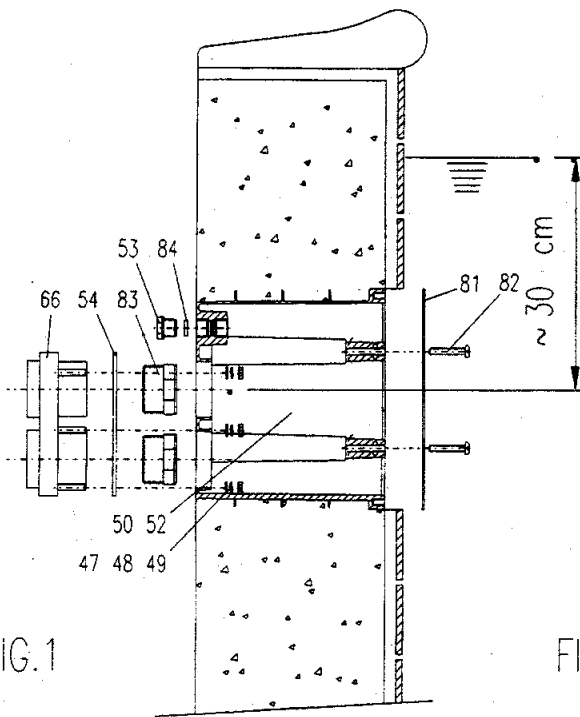
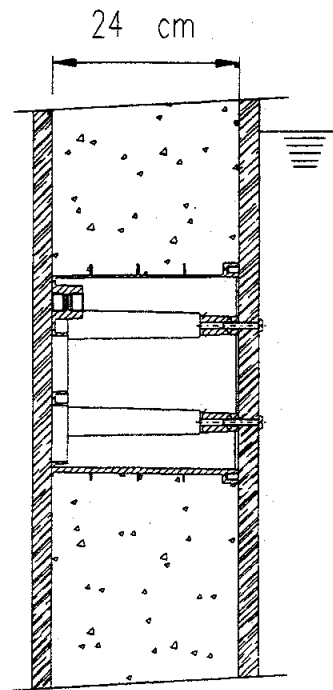

FIG. 1
FIG. 2
2a. INSTALLATION DES EINBAUSTAZES (Fig. 1-Fig. 2)
Der Einbausatz wird so eingebaut, dass sich die zwei Löcher für die Quetschdichtungen PG16 (53) im oberen Teil befinden und sich das Zentrum der Düse ca. 30 cm. unterhalb des Wasserspiegels befindet (Fig. 1).
Wenn die Anlage nicht sofort installiert wird, kann die Dichtheit des Einbausatzes durch folgende Elemente (Fig. 1) erreicht werden: Die Dichtung (54) in den Anschlussflansch (66) einlegen und beide Teile mit Hilfe der 6 Muttern M8 (47) und den dazugehörigen Unterlegscheiben im Einbausatz befestigen. In die Lager mit Gewinde PG16 die 2 Blinddichtungen (84) einlegen, mit den dazugehörigen Quetschdichtungen (53). Die 2 Stopfen RG 2" (83) in den Anschlussflansch (66) einstecken. Zuvor sollten die Gewindestopfen RG 2" mit Teflon bewickelt werden (83). Um den Zugang zum Inneren des Einbausatzes zu verhindern, wird der Schutzdeckel (81) mit den dazugehörigen Schrauben (82) angebracht.
Bei der Beckenkonstruktion mittels Verschalungen mit einer Wandstärke von 24 cm. wird der Einbausatz wie in Abbildung 2 dargestellt eingesetzt.